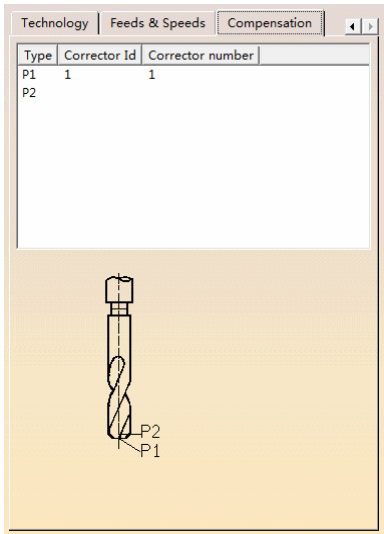

图 2-32 “Compensation” 选项卡
(4) “Compensation” 选项卡 “Compensation” 选项卡用于定义刀具补偿 “Id” 和补偿编号，如图 2-32 所示。